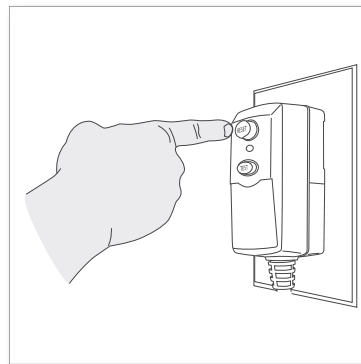

Fig. 19
- Déroulez complètement le cordon d'alimentation et branchez le disjoncteur de fuite de terre dans une prise mise à la terre de 120 volts. Appuyez sur le bouton de réinitialisation « reset » sur la boîte du disjoncteur de fuite de terre (**Fig. 19**). La fenêtre témoin devrait être rouge. Ceci doit être fait à chaque fois que l'appareil est branché. (Unités US uniquement)